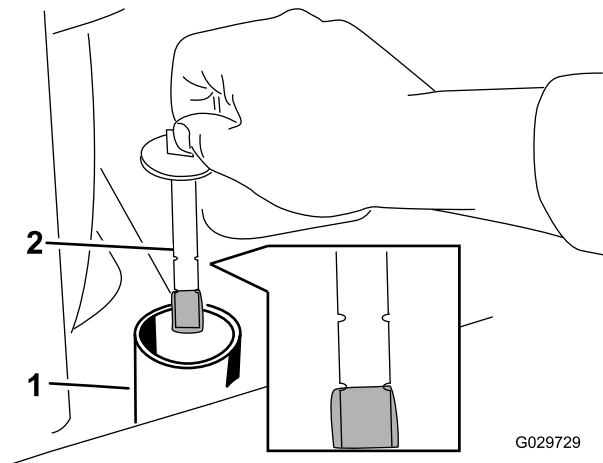

Figure 65
6. Enlevez le bouchon et la jauge du réservoir hydraulique (Figure 65).